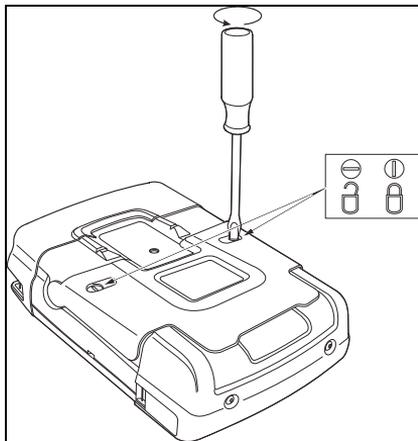

Figura 47. Desbloqueo de la tapa de la batería
3. Desbloquee la tapa de la batería (Figura 47).